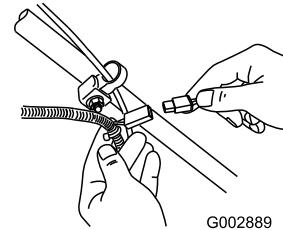

Figura 22
1. Collegate il caricabatterie al cablaggio preassemblato del tosaerba, sotto la chiave di accensione (Figura 22).